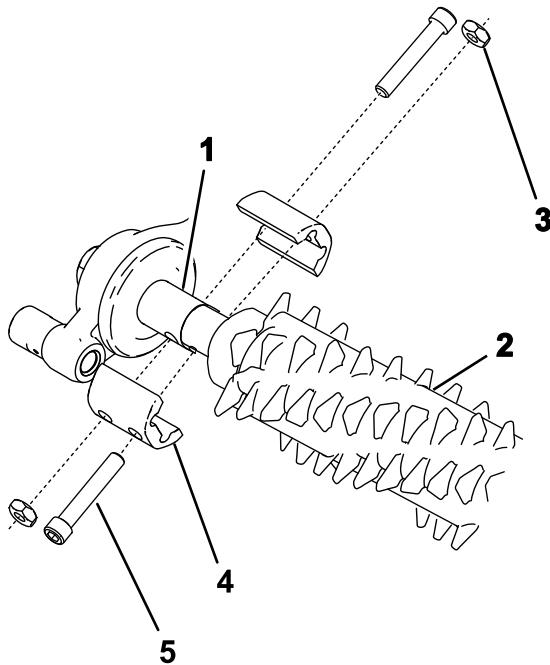

图18
2. 将疏草刀组件与疏草刀驱动箱驱动短轴和怠轮总成对齐图18。
3. 如图18所示将疏草刀固定到机器并上紧螺栓。